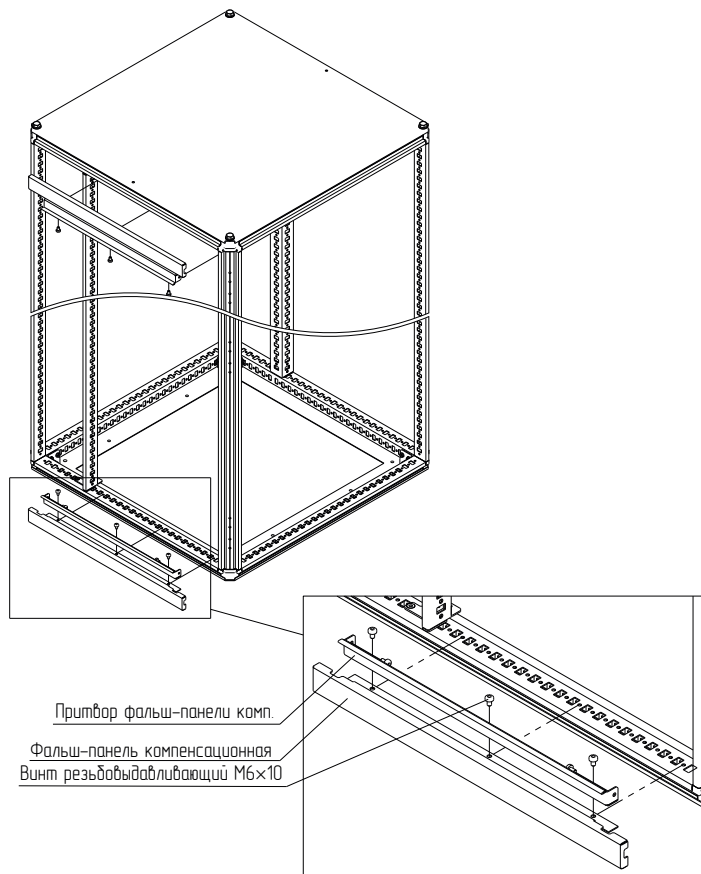

Рисунок 42
4.15.3 Приложить притвор и фальш-панель компенсационную к основанию или крыше и закрепить винтами М6х10 (рисунок 42). Момент затяжки – 7 Н·м.